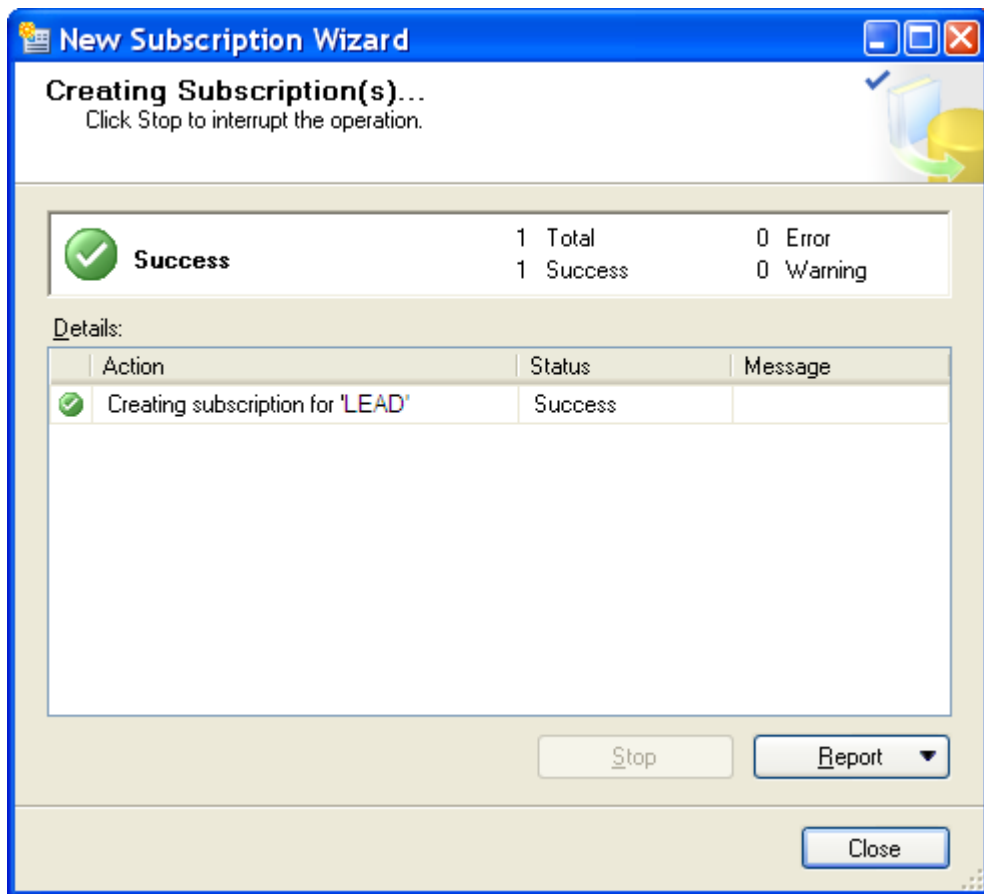

Рис. 11.3-23. Статус выполнения задачи создания подписки
24. В открывшемся окне «Creating Publication» отобразится процесс выполнения задачи создания нового подписчика (Рис. 11.3-23)
25. Для завершения процесса работы «New Subscription Wizard» нажать кнопку «Close» (Рис. 11.3-23).